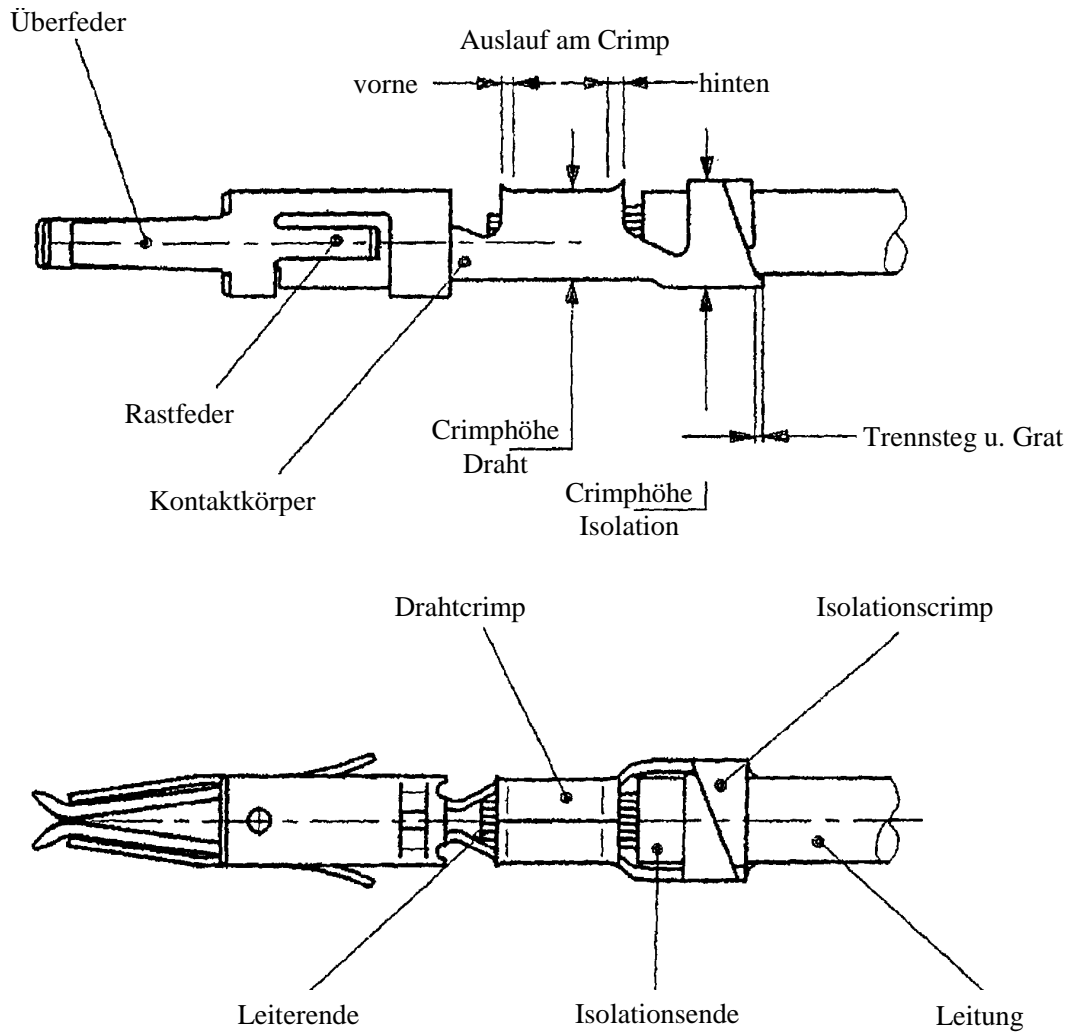

Bild 1
- Bild 1: Beschreibung des Kontaktes mit Isolationscrimp
**3.1 Kontakte mit Isolationscrimp (Bild 1)**